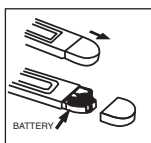

Abbildung 4
2. Batteriefachdeckel entfernen (Abbildung 4).